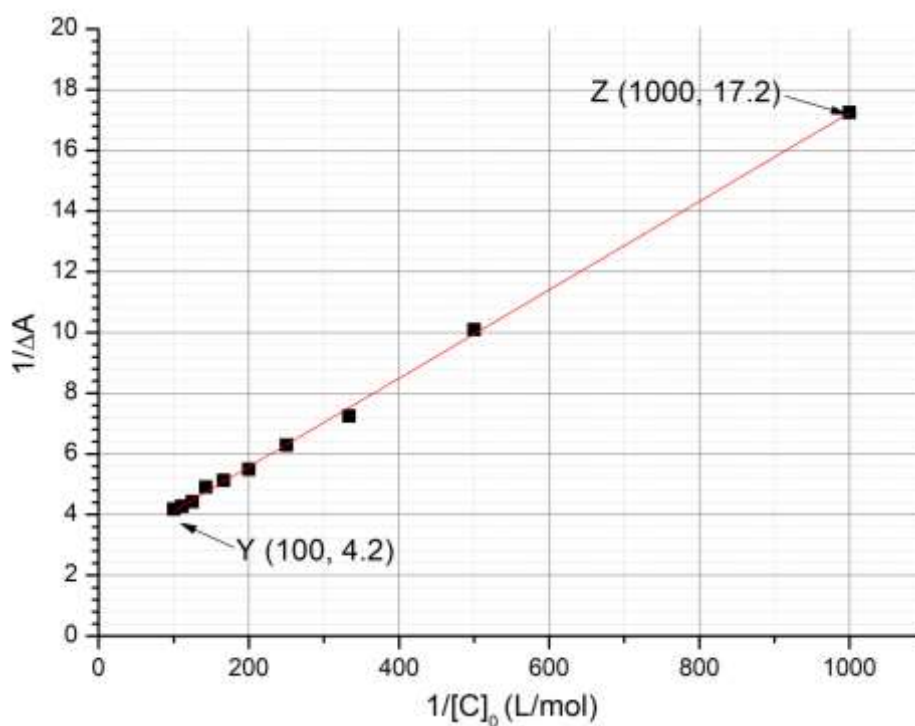

Fig. 3 – Evolución de $1/\Delta A$ en función de $1/[C]_0$.
6. **Determine** K_t utilizando la siguiente curva experimental (Fig. 3).